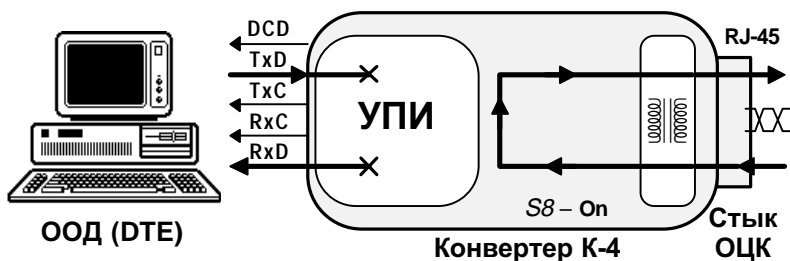

Рис.12. Проверка в режиме Цифровой шлейф (DL)
Режим проверки *Цифровой шлейф (Digital Loopback)* обеспечивает возможность включить режим возврата данных, принимаемых со стыка ОЦК, непосредственно на *ЛОКАЛЬНОМ* конвертере. Рис.12 иллюстрирует принцип проверки *Цифровой шлейф (DL)*.